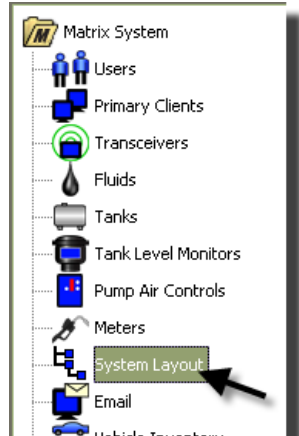

图 123
1. 若要显示主系统布局设置屏幕，从 Matrix 系统面板的列表上选择**系统布局**（图 123）。设置系统布局之前，您必须首先添加料桶（第 78 页）和流量计（第 91 页）。